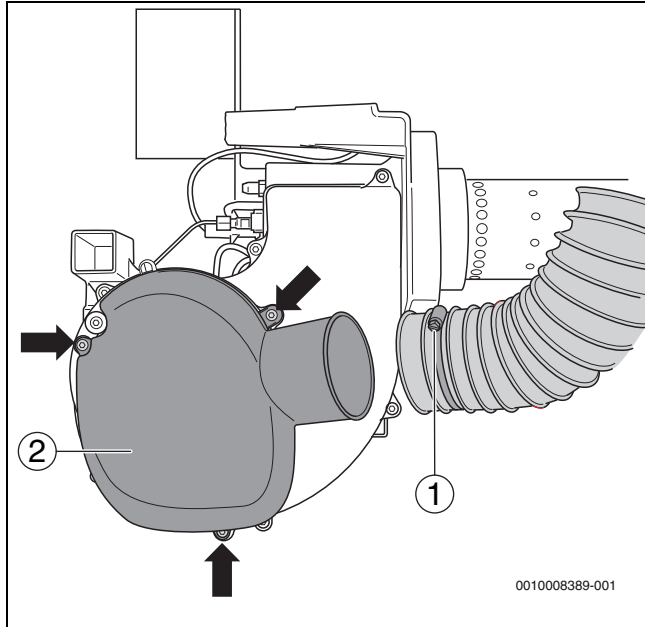
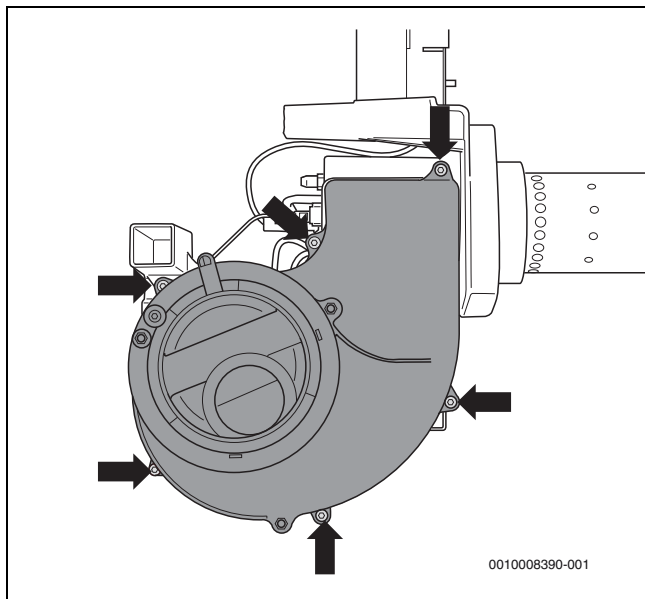

Fig. 31 Smontaggio del silenziatore di aspirazione
Fig. 32 Smontaggio del coperchio della ventola
- Allentare la speciale fascetta del tubo flessibile (→ fig. 31, [1]) dell'adduzione di aria comburente per il funzionamento indipendente dall'aria del locale.
- Allentare le viti di fissaggio (→ fig. 31, [freccie]) e rimuovere il silenziatore d'aspirazione (→ fig. 31, [2]).
- Allentare le sei viti di fissaggio (→ fig. 32, [freccie]) e rimuovere il coperchio della ventola.
- Montare nuovamente il coperchio della ventola (→ fig. 32, pag. 24) e il silenziatore di aspirazione dell'aria (→ fig. 31, pag. 24).